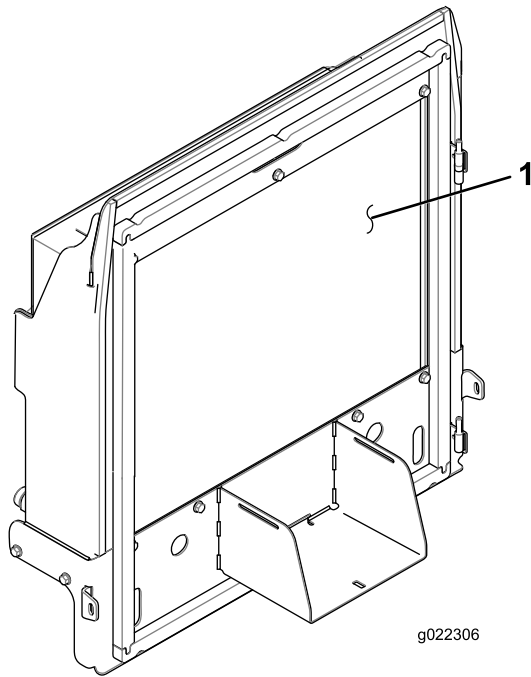

Bild 70
4. Reinigen Sie beide Seiten des Ölkühlers und des Kühlers gründlich mit Druckluft (Bild 70).